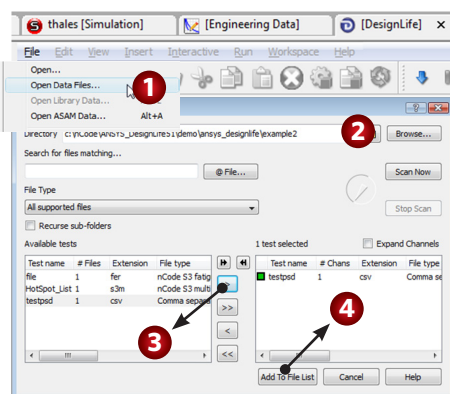

Figura 8 - Leitura da PSD de entrada.
Uma PSD de entrada deve ser associada ao modelo, como mostra a (figura 8). No menu File > Open Data Files (1), abre-se a janela abaixo, onde o usuário deve buscar o arquivo de dados (2) e selecioná-lo na janela de testes disponíveis (3), adicionando-o à lista de arquivos através do botão (4) indicado.